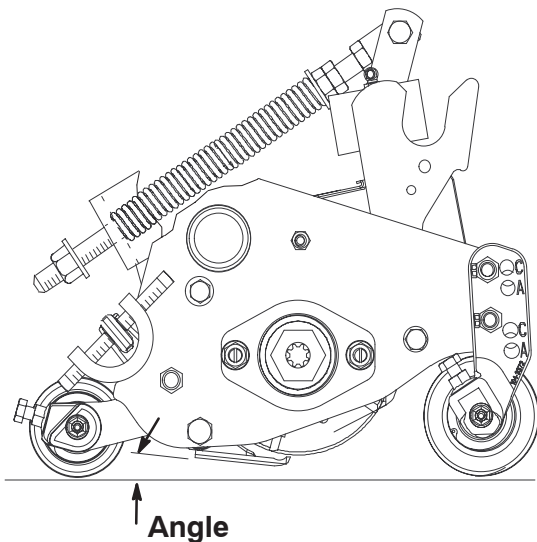

Figure 7
**Important** L'angle du plateau de coupe a un impact considérable sur ses performances. Il s'agit de l'angle de la contre-lame par rapport au sol (Fig. 7). Des supports avant et arrière réglables permettent de régler l'angle du plateau de coupe dans la plage de hauteur de coupe. Tous les plateaux de coupe d'une machine doivent être réglés au même angle, faute de quoi la finition de la coupe risque d'être affectée.
Les supports avant ont 3 positions fixes permettant de régler l'angle du plateau de coupe dans une même plage de hauteur de coupe (Fig. 7). Chaque position modifie l'angle du plateau de coupe de 3 degrés. Les 3 positions sont :